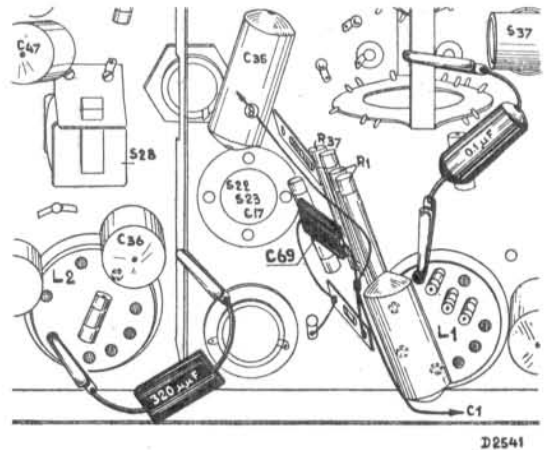

Fig. 5
10. Derde kring verstemen met een condensator van 320 $\mu\mu\text{F}$ tusschen de anode van L2 en chassis (fig. 5); C35 en C37 kortsluiten.
7. Rooster 1 van L1 aarden met condensator van $0,1 \mu\text{F}$ (fig. 5) en service oscillator afstemmen op 546 Kc ($549,5 \text{ m}$).
4. Eerste rooster van L1 aarden met condensator van $0,1 \mu\text{F}$ (zie fig. 5).